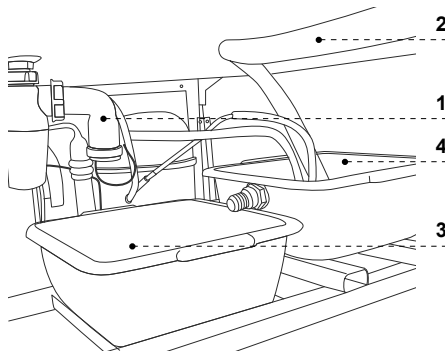

Рис.10 Пульт управления оборудованием
- Включить кнопку главного выключателя Рис.10/1 (стр.46), что вызовет подключение регулятора температуры, а затем агрегата оборудования
- На пульте термостата Рис.10/3(стр.46) установить температуру (подробности обслуживания на стр.51 - 52)
- Включить кнопку освещения Рис.10/2 (стр.46)